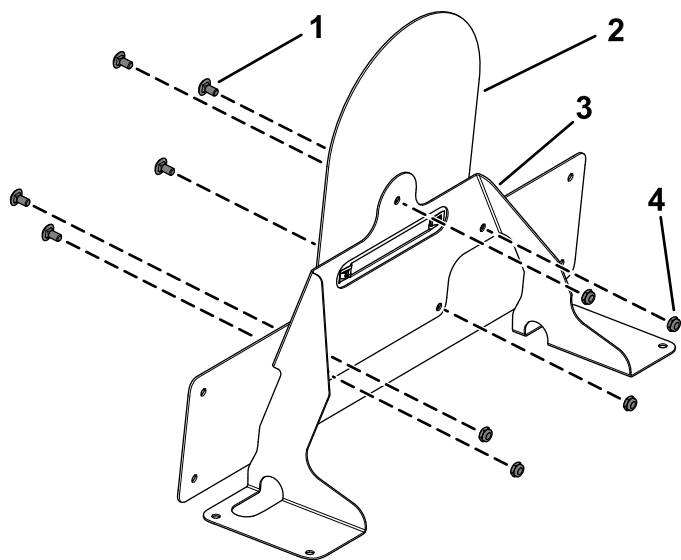

**Figuur 26**
- Monteer de 2 plaatmoeren aan de bevestiging voor de snelheidsplaat (Figuur 26).